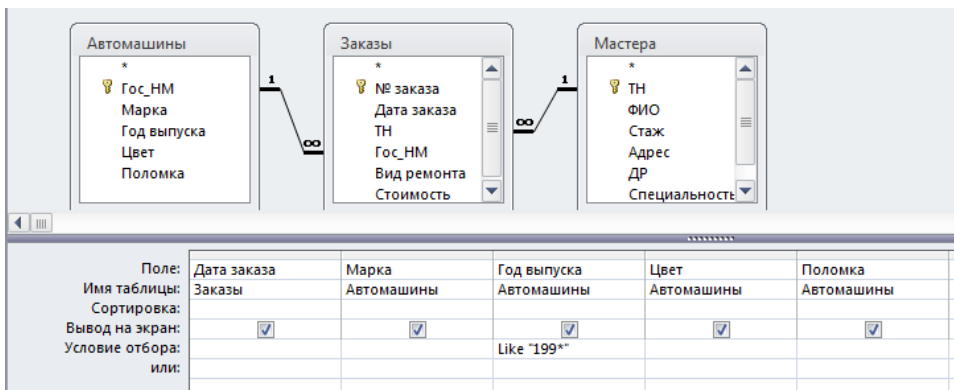

Рисунок 11. Запрос5 «Информация о поломках авто, выпущенных в 90-е годы»
4. В поле **Год выпуска** в строке **Условия отбора** введите **199*** (рис. 11).